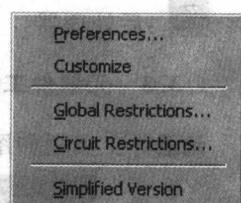

图 1-17 “Options”菜单
- “Options”菜单如图 1-17 所示。各项功能说明如下：